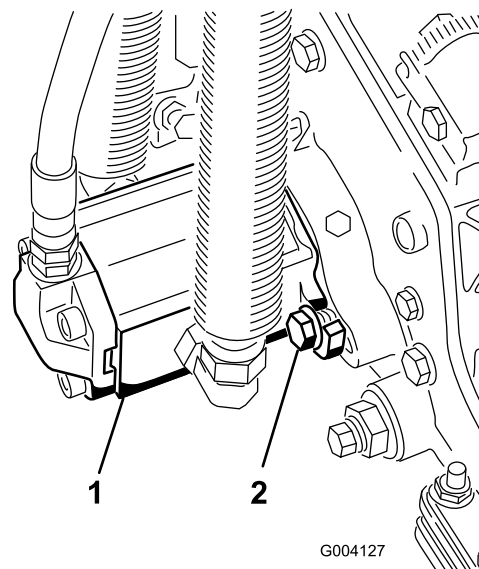

Figura 15
11. Instale o motor rodando-o no sentido dos ponteiros do relógio de forma a que as flanges do motor se afastem dos parafusos (Figura 15).